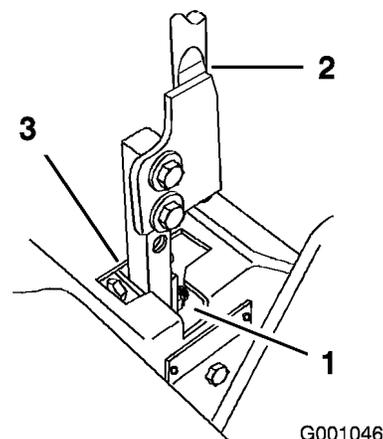

Figure 68
- Placez le levier au point mort, **sans le verrouiller** (Figure 68).
- Tirez le levier en arrière jusqu'à ce que l'axe de chape (situé sur le bras au-dessous de l'axe de pivot) touche l'extrémité de la fente (c.-à-d. commence juste à appuyer sur le ressort) (Figure 68).
- Vérifiez la position du levier par rapport au cran de la console (Figure 68). Il doit être centré de façon à pouvoir pivoter vers l'extérieur jusqu'à la position de verrouillage du point mort.